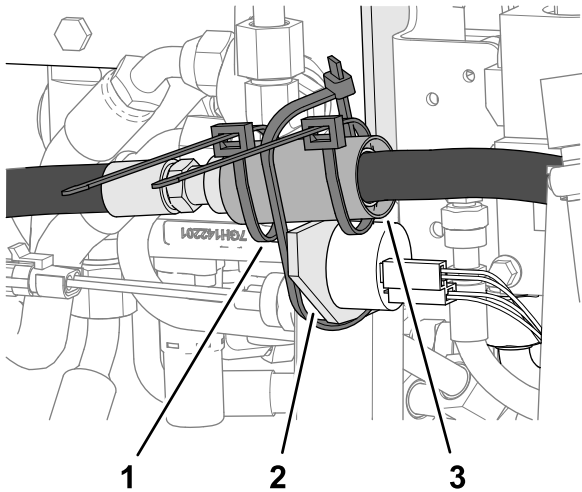

Figura 27
- 5. Envuelva los acoplamientos rectos de las 2 mangueras con el protector y fije el protector a los acoplamientos con 2 bridas (Figura 27).
- 6. Fije el protector y las mangueras al soporte de la válvula, tal y como se muestra en la Figura 27.